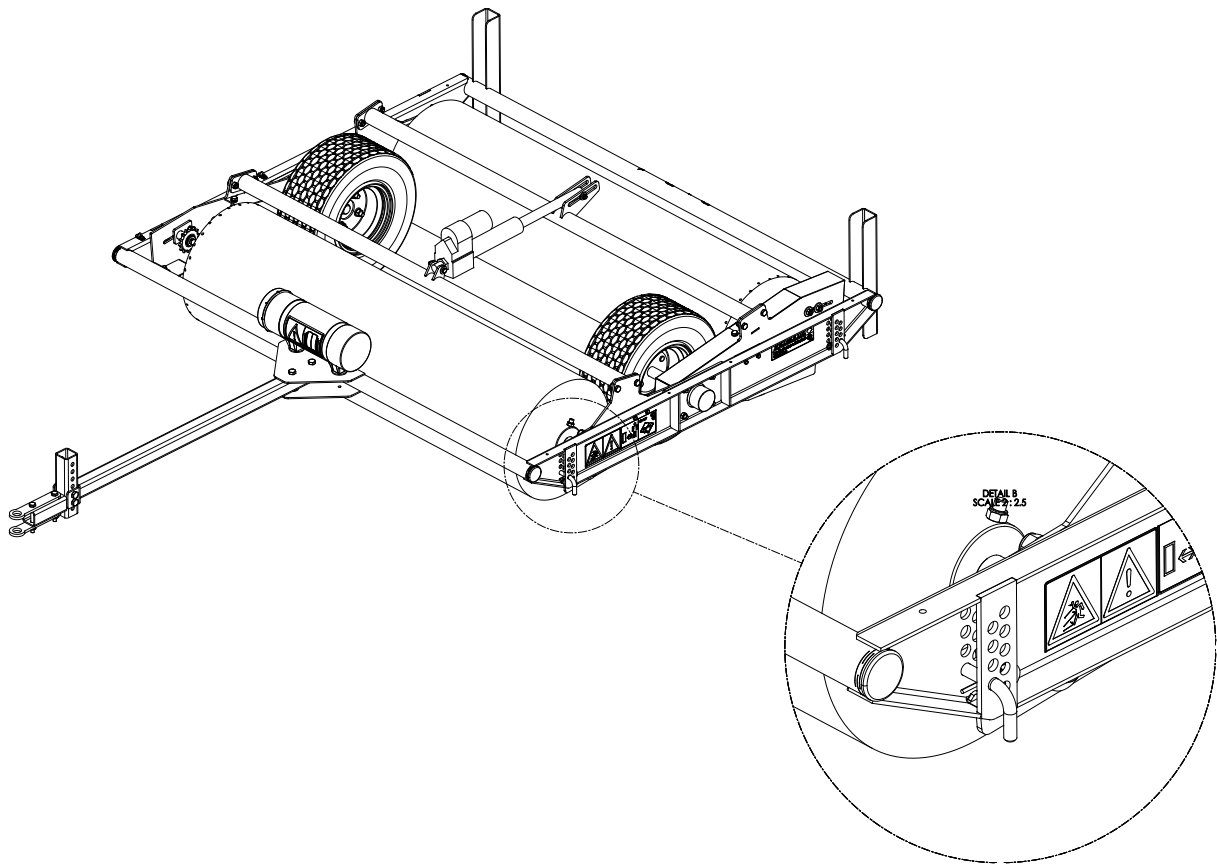

Fig. 10
2. Fjern R-klipsen fra stiften (1) (fig. 10).